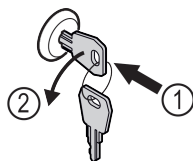

Fig. 139
- ▶ Klíč zasuněte dovnitř. Fig. 139 (1)
- ▶ Otáčejte klíčem o 90° proti směru hodinových ručiček. Fig. 139 (2)